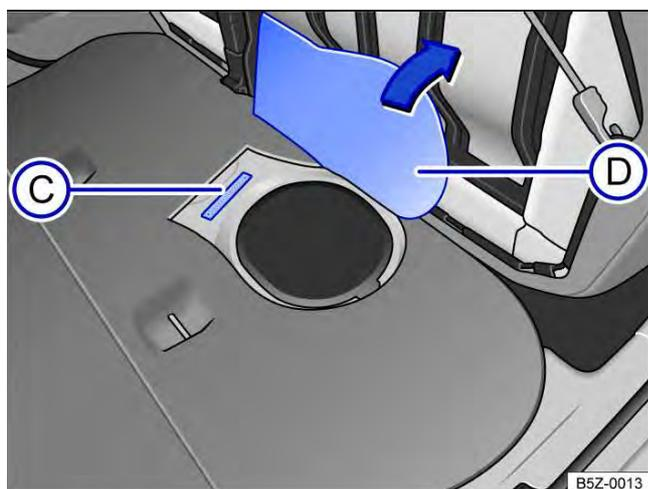

Fig. 189 Debaixo do banco traseiro sob o revestimento do assoalho (D): número de identificação do veículo (C).
O número de identificação do veículo está localizado debaixo do banco traseiro sob o revestimento do assoalho → Fig. 189 (C). Para encontrar o número de identificação do veículo, rebater o banco traseiro e levantar o revestimento do assoalho → Fig. 189 (D).